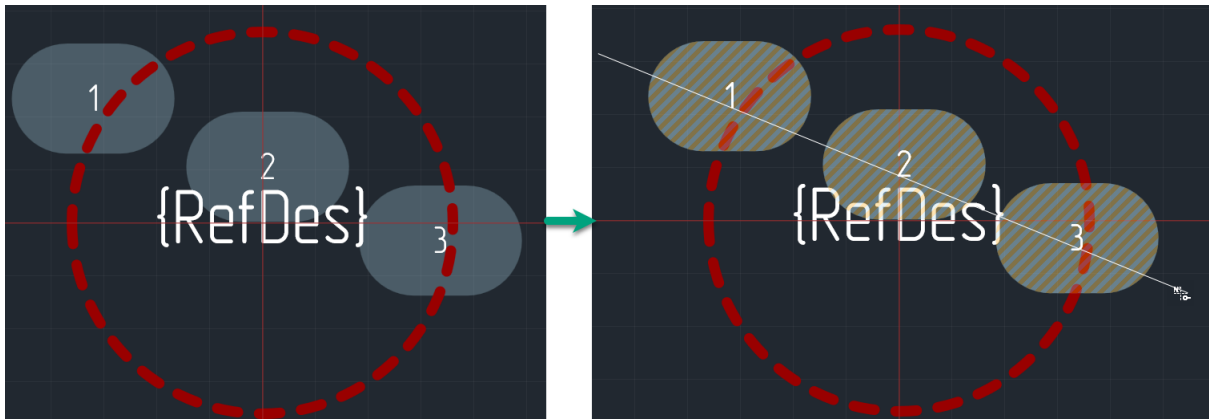

Рис. 133 Линия перенумерации
2. Переместить курсор в рабочую область и задать линию перенумерации: для этого в выбранной точке нажать левую кнопку мыши и переместить курсор в другую точку, между ними отобразится линия, см. Рис. 133.